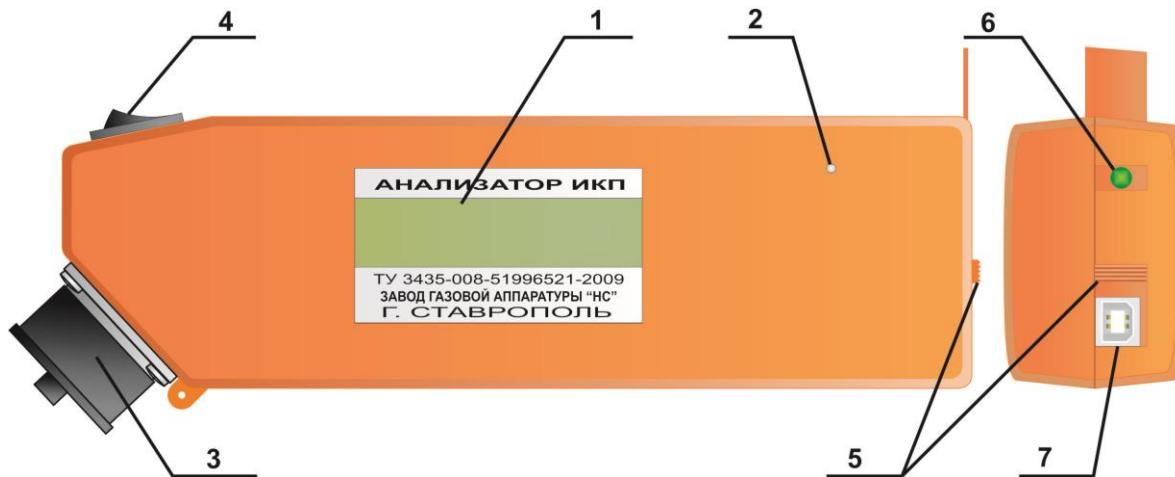

Рисунок 1.
Анализатор изготовлен из ударопрочного полимерного корпуса (рис. 1), имеющего окно под дисплей (1) на боковой плоскости корпуса. Окно защищено прозрачной полимерной вставкой. На этой же плоскости расположено акустическое отверстие (2). На левой нижней боковой наклонной плоскости корпуса расположен измерительный разъем (3) для соединения с ИКП. В транспортном положении разъем закрывается заглушкой. На верхней наклонной боковой плоскости расположена шторка (5), защищающая от попадания пыли и грязи светодиод индикации зарядки (6) в верхней части и разъем USB (7) в нижней части корпуса. Перевод шторки в верхнее положение открывает доступ к указанным элементам. В корпусе размещается печатная плата с расположенными на ней электронными компонентами и литий-ионным аккумулятором. Работает Анализатор под управлением микроконтроллера по специальной программе.